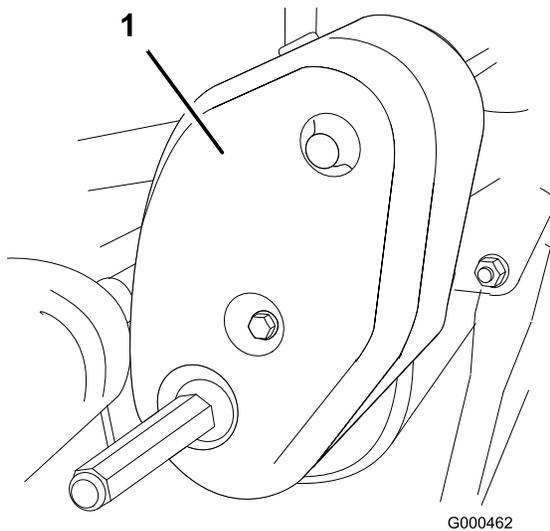

Figure 45
1. Retirez les fixations du couvercle de la courroie et déposez le couvercle pour exposer la courroie (Figure 45).